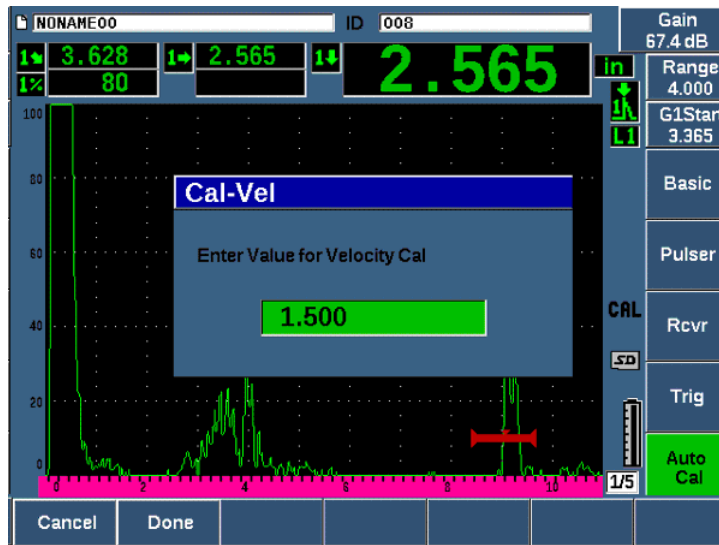

Figura 9-29 Inserimento del valore dello spessore per la taratura della velocità
11. Regolare il valore nella finestra di dialogo Taratura Velocità (Cal-Vel) per la corrispondenza con lo spessore noto dell'indicazione rilevata dal gate (vedere Figura 9-29 a pagina 209).